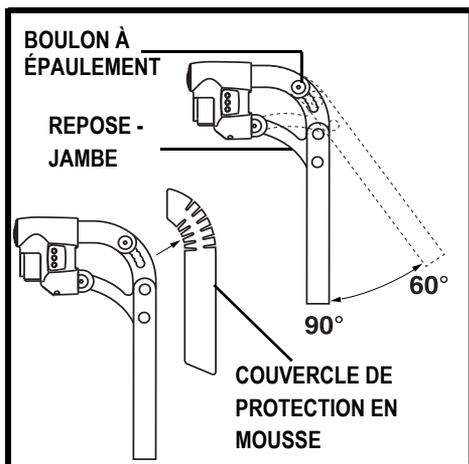

Figure 5. Repose-jambe escamotable 60° - 90°
1. Retirer le couvercle de protection en mousse. **Voir la figure 5.**
**Voir la figure 5.**
4. Réinstaller le boulon à épaulement. **Voir la figure 5.**